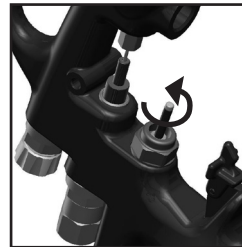

Fig. 27
2. Destornillar la válvula de aire utilizando una llave inglesa de 14 mm. (Ver Fig. 27)